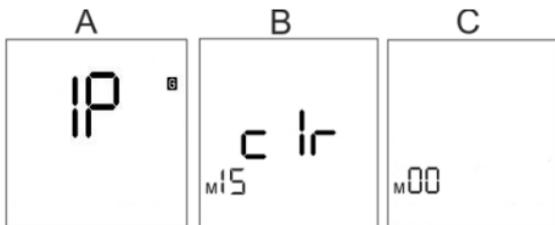

Abb. 11: Messwerte löschen
- 2) Warten Sie, bis das Display blinkend [c Ir] anzeigt (siehe Abb. 11 B).
⇒ Ein Signalton ertönt und das Display zeigt dauerhaft [c Ir] an (siehe Abb. 11/B).
⇒ Der Signalton ertönt 3-mal und das Display zeigt [M00] an (siehe Abb. 11/C).